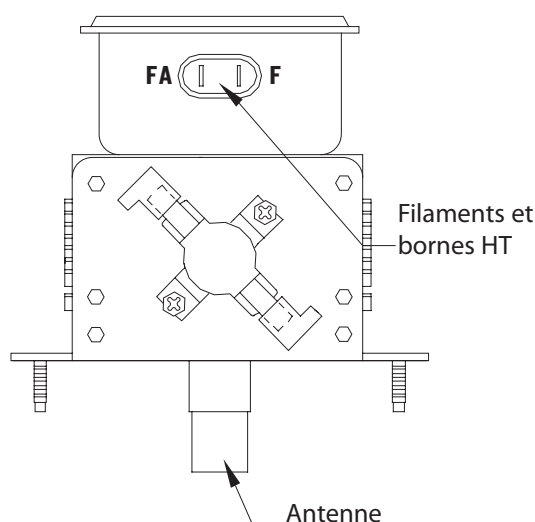

Figure 30 : Magnétron
Figure 30. Les magnétrons fournissent l'énergie RF à 2,45 GHz et commencent à osciller lorsqu'ils sont alimentés avec 4,1 kV c.c. environ à 0,350 mA environ. Durant le fonctionnement, chaque magnétron fournira 1 kW nominal d'alimentation.
2. Isolez le magnétron du circuit en débranchant les fils des bornes F et FA (Figure 30).
3. Un ohmmètre connecté entre les bornes du filament (F, FA) devraient indiquer un relevé inférieur à 1 ohm (Figure 30).